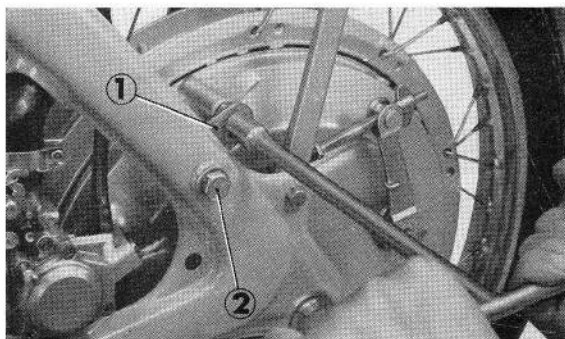

Figure 2-3 : ① bras de poussée arrière ② boulon de 8 mm
8. Dévisser le boulon de 8 mm et l'écrou fixant le moteur au bras de poussée arrière (figure 2-3).